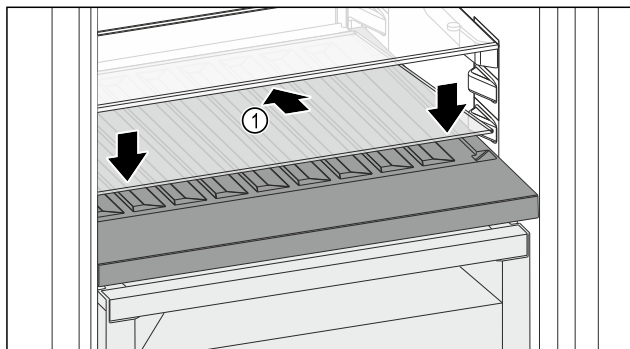

Fig. 214
- ▶ Postavite staklenu ploču Fig. 214 (1) ukoso, nagnutu straga prema dolje.
- ▶ Staklenu ploču Fig. 214 (1) podignite sprijeda.